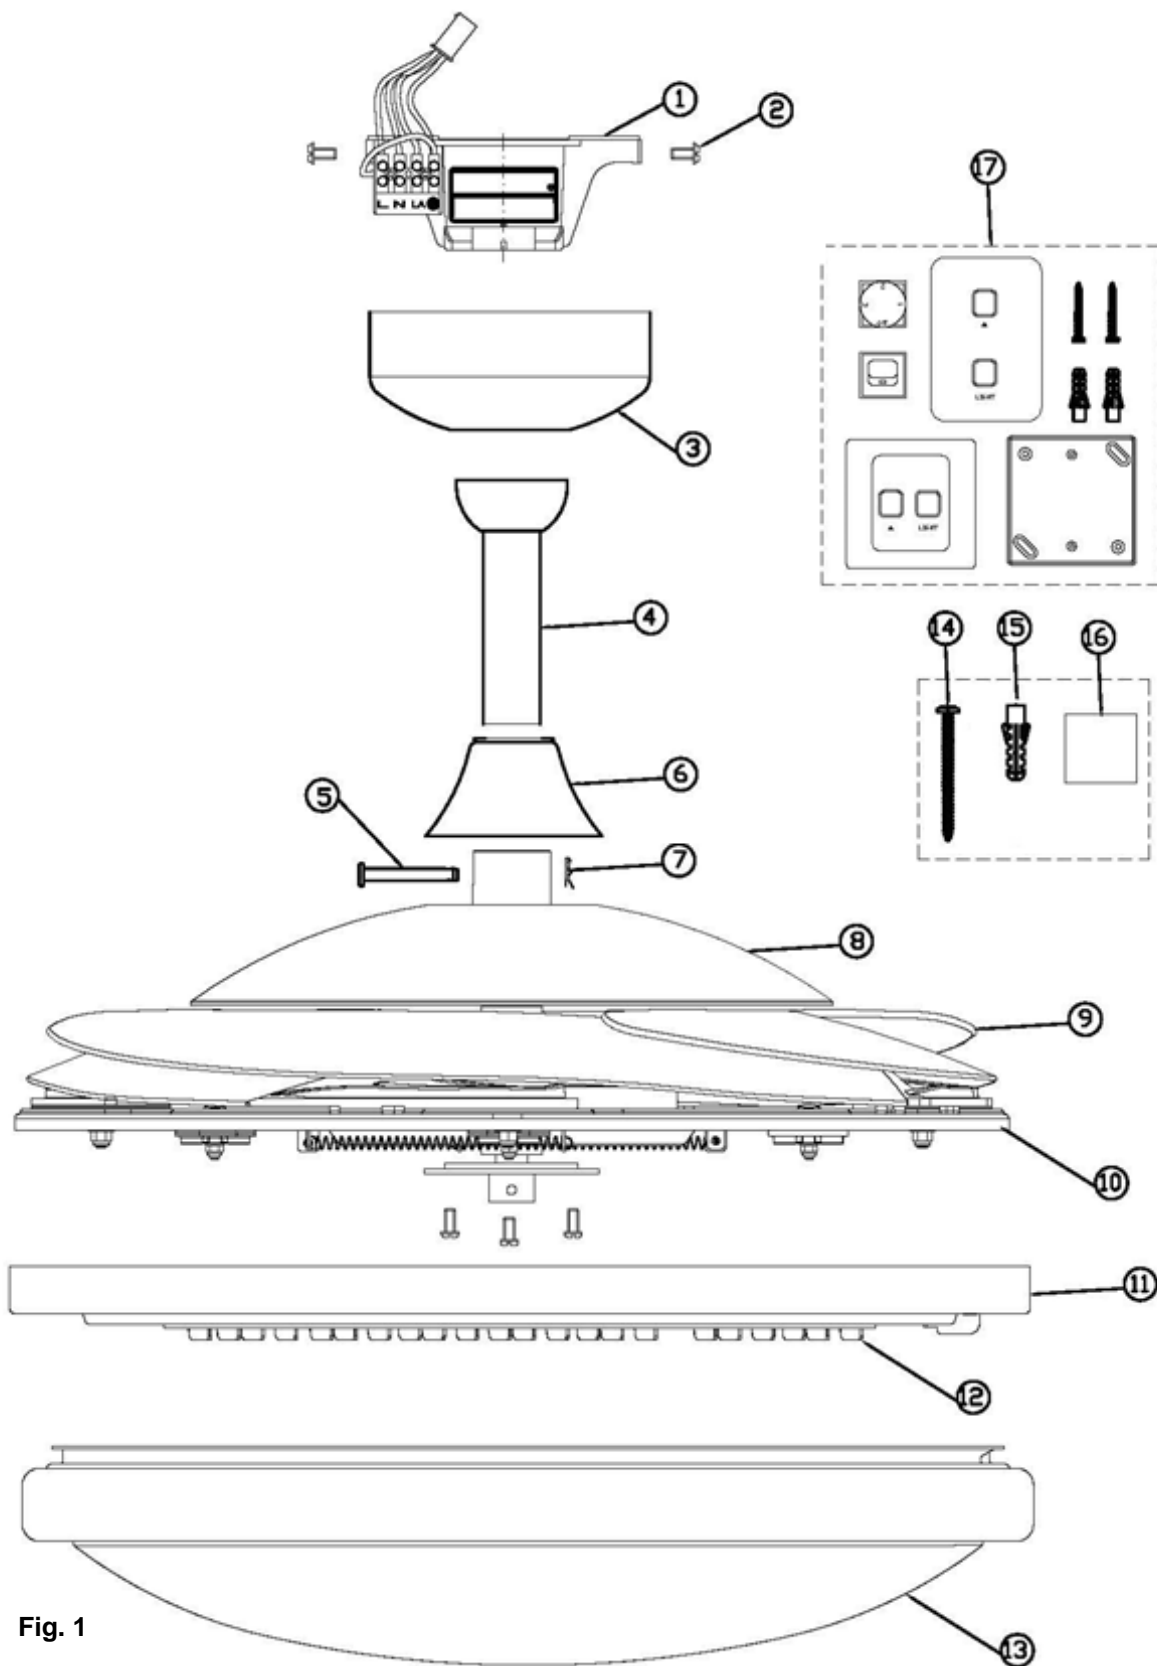

Fig. 1
- 7) Enfin, fixer l'ampoule au pied de la lampe en tournant vers la droite (n° 13 - Figure 1).